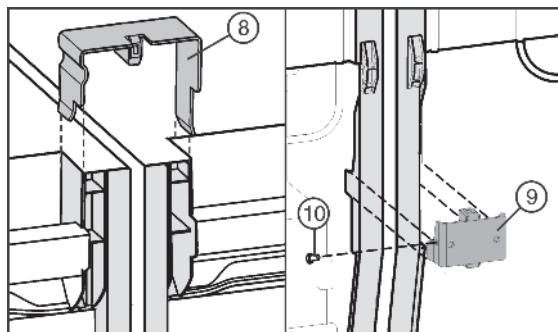

Fig. 7
- Вставьте соединительную скобу Fig. 7 (8) вверху в средние боковые стенки.
- Вставьте соединительный уголок Fig. 7 (9) снизу в соответствующий вырез.
- Если соединительный уголок сидит свободно, установите винт Fig. 7(10).